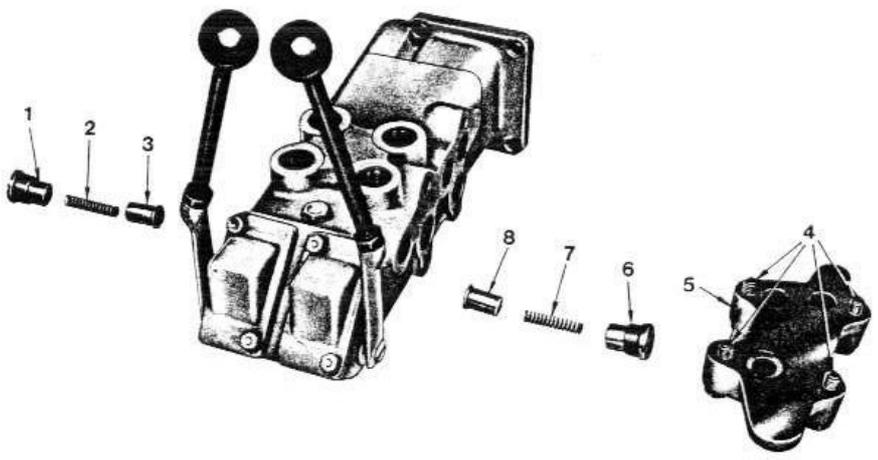
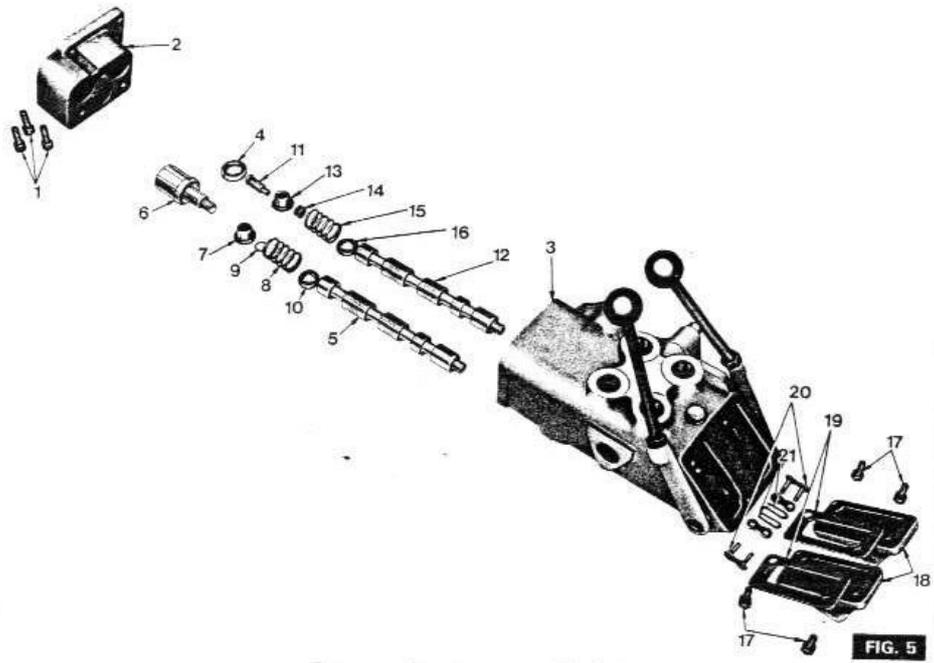
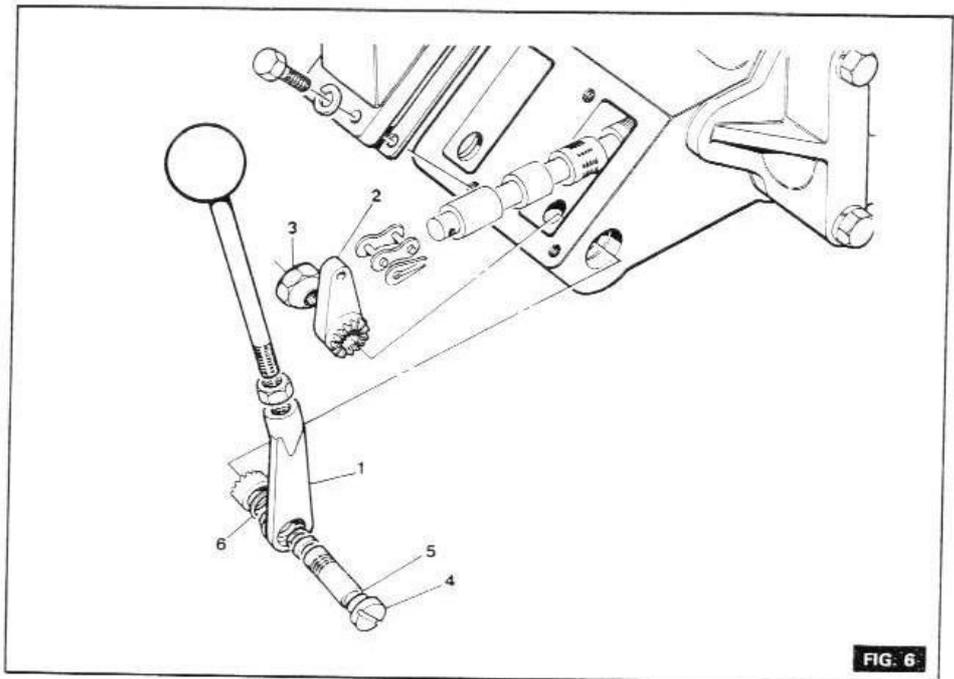

FIG. 4
FIG. 5
FIG. 6
- 4 - (figure 4) - Dévisser avec précaution le bouchon (1) pour sortir le ressort (2) et le clapet anti-retour de levage (3).
- 5 - Déposer les vis (4) et le flasque latéral (5).
- 6 - Déposer avec soin le bouchon (6), le ressort (7) et le clapet anti-retour de benne (8).
- 7 - (figure 5) - Retirer les vis (1) fixant le flasque (2) au corps (3). Déposer le corps (2) ; sortir la rondelle de centrage (4).
- 8 - Démontez la vis du ressort de centrage fixant le dispositif de verrouillage sur le tiroir de levage (5) ; sortir le dispositif (6), la coupelle (7), le ressort (8), l'entretoise (9) et la rondelle d'arrêt (10).
- 9 - Retirer la vis (11) qui retient le ressort sur le tiroir de benne (12). Extraire la coupelle (13), l'entretoise (14), le ressort (15) et la rondelle d'arrêt (16).
- 10 - Retirer les vis (17) ; décoller les flasques (18) et les joints (19).
- 11 - Démontez les attache-rapides (20) (21), puis sortir les deux tiroirs du corps de distributeur.
- 12 - (figure 6) - Si l'on démonte les leviers, repérer les dents correspondantes de l'axe (1) et de la bielle (2).
- 13 - Maintenir l'écrou (3) à l'aide d'une clé puis dévisser la vis (4).
- 14 - Extraire la vis et le joint (5) ; démontez le levier (1) avec le joint (6).
- 15 - Déposer la bielle (2) et l'écrou (7) du corps de distributeur.
- 1 - (figure 6) - Placer la bielle (2) et l'écrou (3) dans le corps du distributeur. Monter le levier (1) en faisant correspondre les dents avec celles de la bielle. Mettre en place la vis (4) avec le joint (5). Effectuer de même pour l'autre levier.